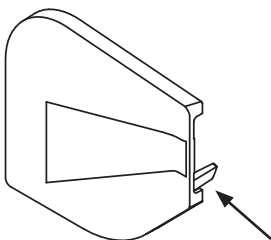

Abb. 21: Endkappe Gehäuse
- » Seitendeckel außen mit dem Blendenunterteil mit Senkkopfschrauben M4 x6 TX20 (im Endmontage-Set, 2 – Abb. 21) verschrauben